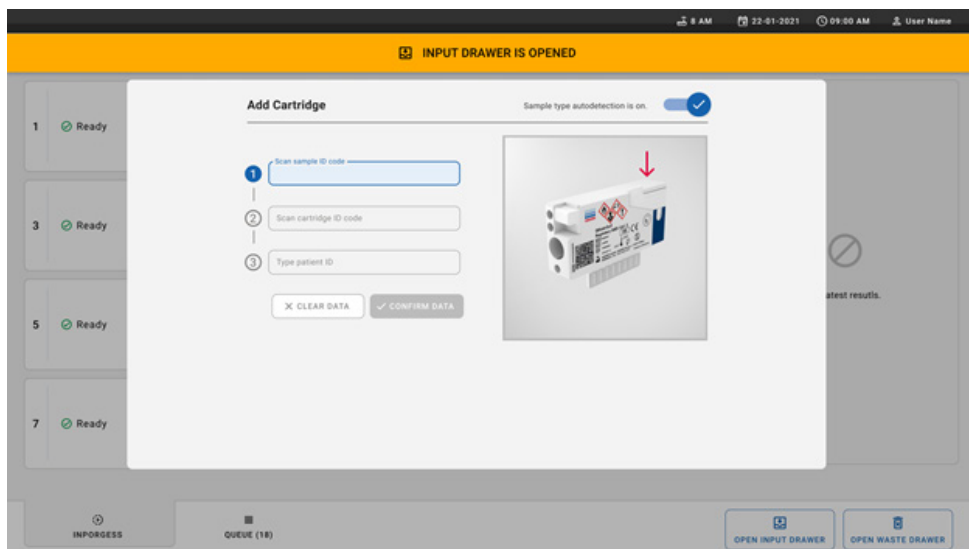

Figura 23. Schermata di scansione dell'ID campione.
7. Viene visualizzata la finestra di dialogo **Add Cartridge** (Aggiungi cartuccia) e viene attivato lo scanner davanti allo strumento. Eseguire la scansione del codice a barre dell'ID campione nella parte superiore della cartuccia QIAstat-Dx Respiratory SARS-CoV-2 Panel davanti allo strumento (posizione indicata dalla freccia) (Figura 23).